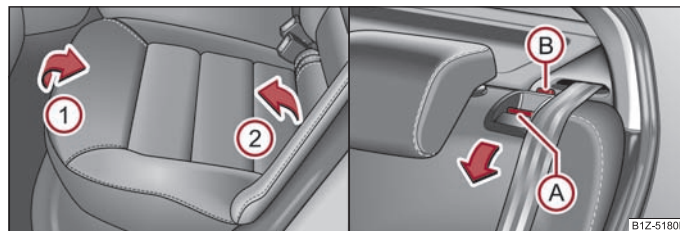

Fig. 60 Deplasarea în față a scaunului / Deblocarea spătarului banchetei
- Ridicați bancheta din spate în sensul săgeții ① și rabatați-o în față conform săgeții ② ⇒ fig. 60.
- Asigurați-vă că punctul de culoare roșie B este acoperit ⇒ pagina 70, fig. 60.